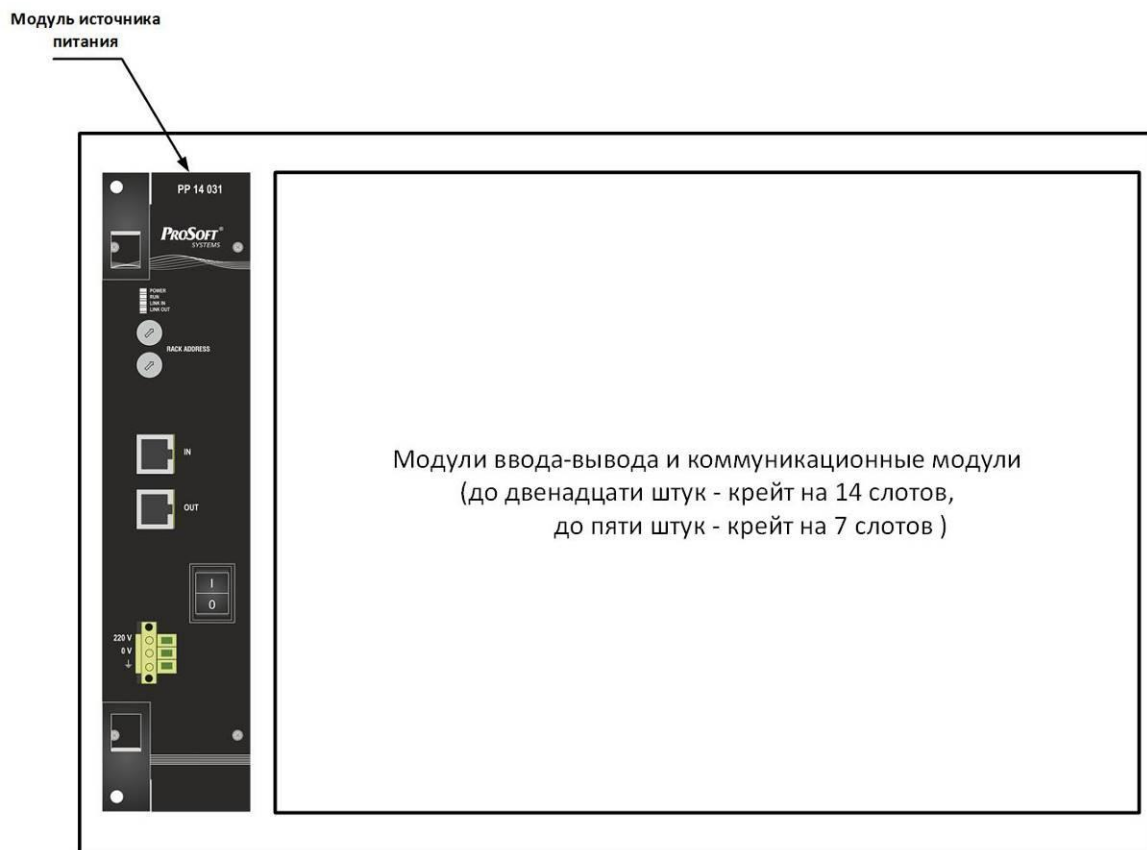

Рисунок 6 - Крейт расширения
- крейт расширения (Рисунок 6).